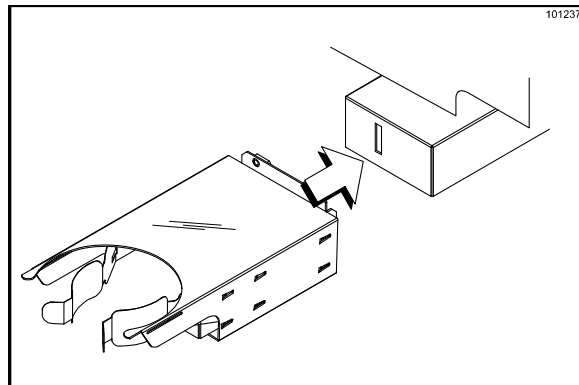

Рисунок 167
3. Установите держатель стаканчиков молочных коктейлей. (См. рис. 167)